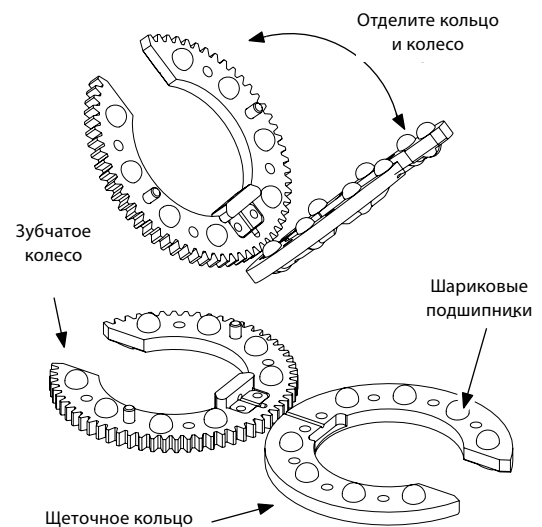

Рисунок 40. Отделение зубчатого колеса от щеточного кольца
3. Полностью отделите зубчатое колесо от щеточного кольца (см. рисунок 40). Положите колесо и кольцо горизонтально на рабочую поверхность.